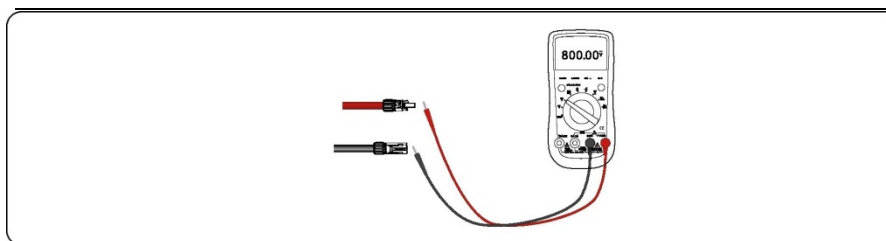

Imagen 5.12 Comprobación del voltaje de cada *String*
Paso 5 Mida el voltaje de cada ruta de *strings* con un multímetro. Asegúrese de que la polaridad de los cables de entrada de CC es correcta, tal y como se muestra en la imagen 5.12.